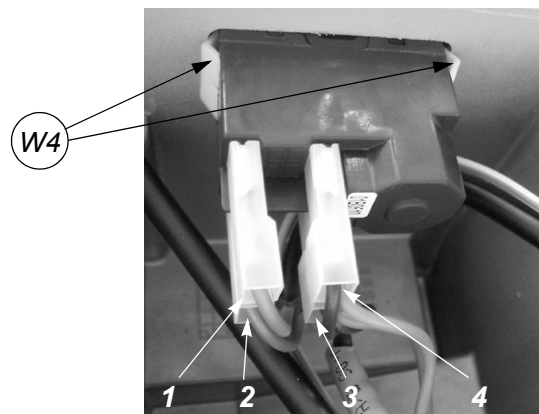

Fig. 32
- 3) Verwijder de connectors (1, 2, 3, 4), maar onthoud hun ligging (fig.32).
- 7) Plaats de onderste afscherming terug en bevestig deze met de 7 schroeven (W) en 2 steunpootjes. Plaats het bramenopvangbakje.